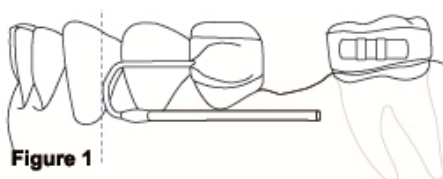

Figure 1
2. Forma riktaren enligt bilden. Gå inte längre än en distal tredjedel av kuspidskronan. Bild 1